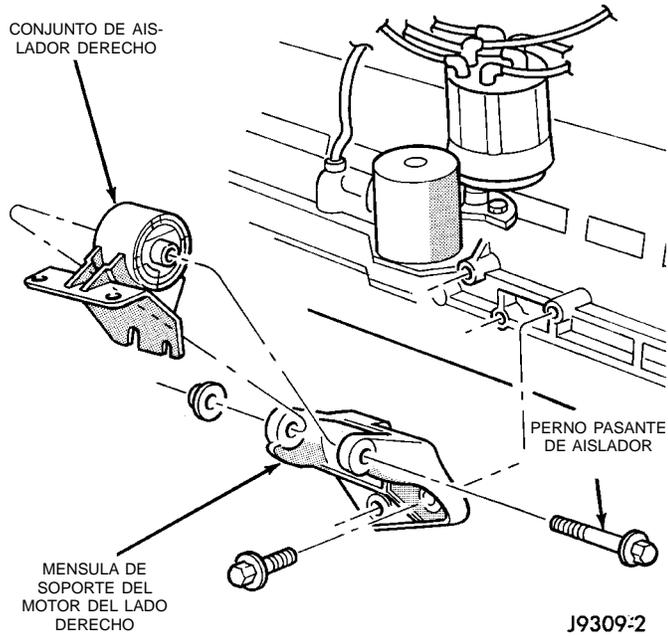
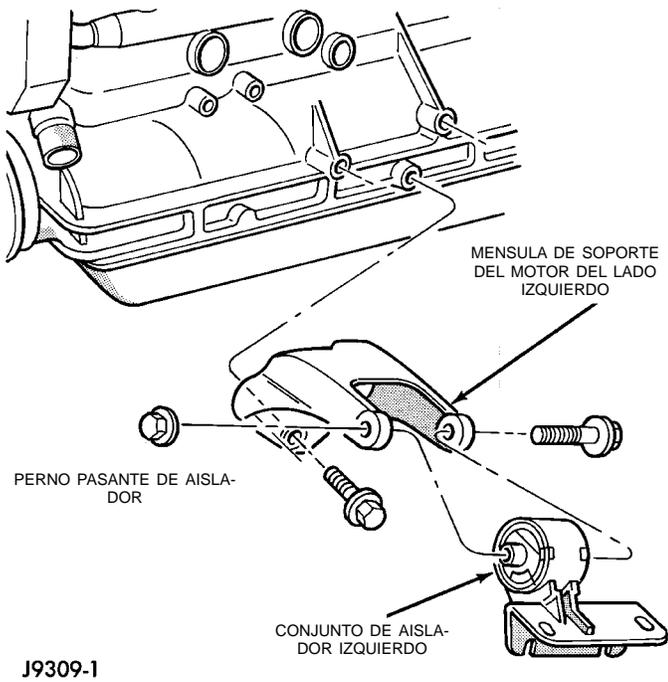

Fig. 24 Soporte delantero del motor—lado derecho
Fig. 25 Soporte delantero del motor—lado izquierdo
- (1) Desconecte el cable negativo de la batería.
- (2) Apoye el motor.
- (3) Eleve el vehículo.
- (4) Retire los pernos inferiores de los conjuntos aisladores a la viga delantera (Fig. 24) (Fig. 25).
- (5) Eleve ligeramente el motor.
- (6) Retire la tuerca del perno y el perno pasante (Fig. 24) (Fig. 25). Retire el aislador.
- (7) En caso necesario, retire la ménsula del motor del bloque (Fig. 24) (Fig. 25).
- (1) Si se retiró, instale la ménsula del motor al bloque (Fig. 24) (Fig. 25). Apriete los pernos con una torsión de 61 N·m (45 lbs. pie).
- (2) Instale el conjunto de aislador a la viga inferior delantera. Apriete los pernos con una torsión de 65 N·m (48 lbs. pie).
- (3) Con el conjunto de aislador del motor y la ménsula del motor en posición, instale el perno pasante y la tuerca (Fig. 24) (Fig. 25). Apriete la tuerca del perno pasante con una torsión de 121 N·m (89 lbs. pie).
- (4) Descienda el vehículo.
- (5) Retire el apoyo del motor.
- (6) Conecte el cable negativo a la batería.